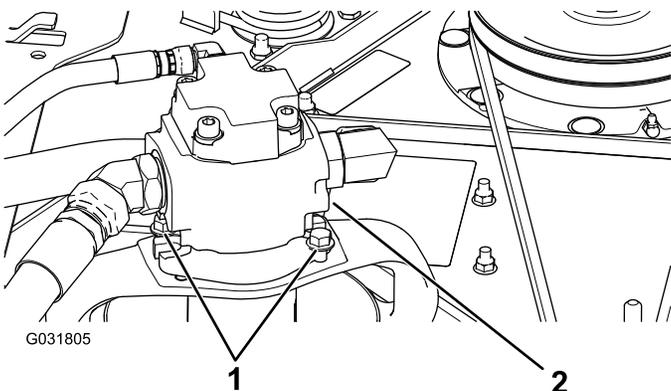

Figure 122
5. Enlevez les boulons qui fixent le moteur hydraulique au plateau de coupe (Figure 122).
3. Enlevez les boulons qui fixent le moteur hydraulique au plateau de coupe (Figure 122).